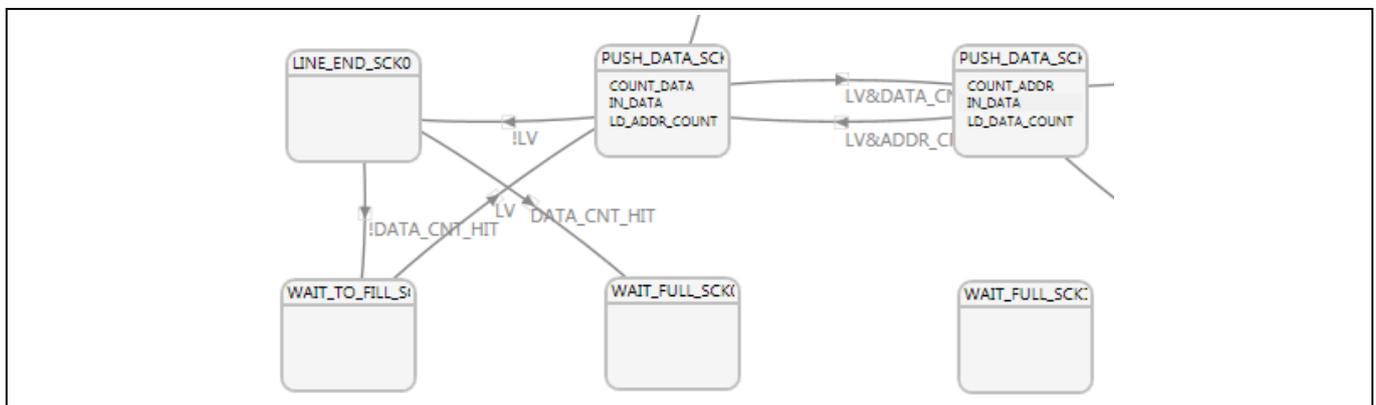

Figure 36 WAIT_FULL ステートを追加
35. 「DATA_CNT_HIT」 方程式を使って 「LINE_END_SCK0」 ステートから 「WAIT_FULL_SCK0_NEXT_SCK1」 ステートへの遷移を作成します。ステートマシンのこの部分を Figure 36 に示します。